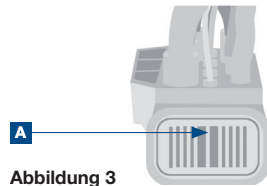

Abbildung 3
- 14 Kabelsatzstecker X 26 entriegeln und trennen (**Abbildung 3**)
- Verriegelung (A) entfernen